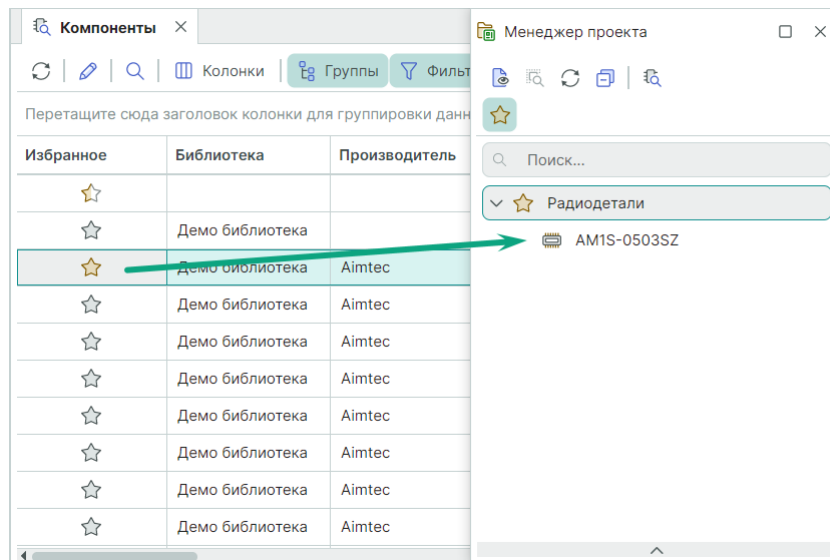

Рис. 47 Добавление радиодетали на вкладку «Избранное» панели «Менеджер проекта»
2. Наведите курсор на колонку «Избранное» и нажмите на символ ☆, см. Рис. 47.